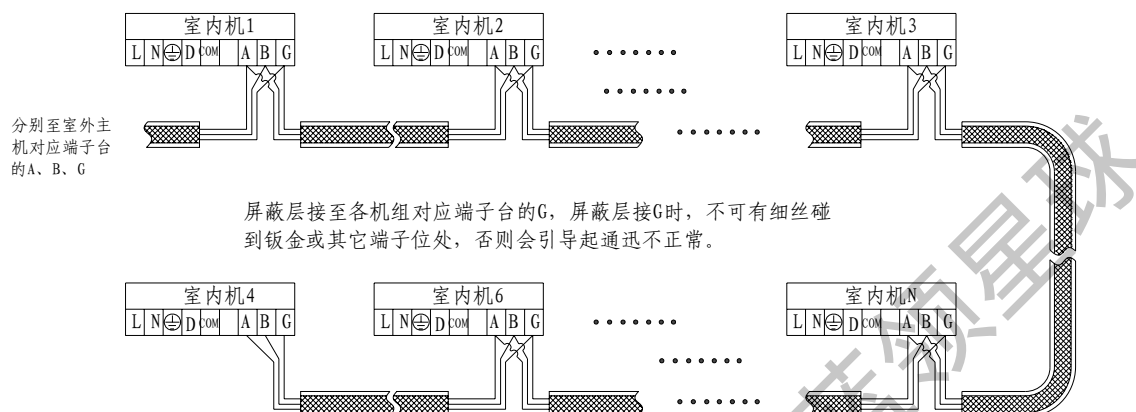

图 75：室内机通讯线接线示意图
- A. 室内外通讯线只能从室外主机上引出连接，室内外机通讯线必须使用 2 芯屏蔽线（屏蔽线为编织式，线径大于或等于 1.0mm ），有极性，需正确连接。连接方法见示意图（图 75）：